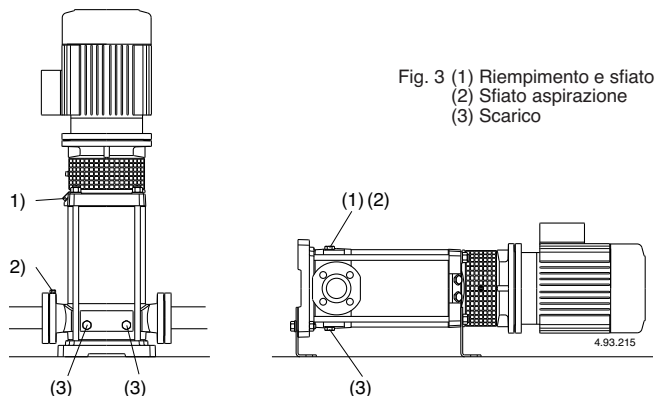

Fig. 3 (1) Riempimento e sfiato
Con la **pompa sopra il livello dell'acqua** da sollevare (funzionamento in aspirazione, **fig. 2A**) o con un battente insufficiente (inferiore a 1 m) per aprire la valvola di non ritorno, riempire il tubo aspirante e la pompa attraverso l'apposito foro (1) (**fig. 3**).
Con il **livello dell'acqua in aspirazione sopra la pompa** (funzionamento sotto battente, **fig. 2B**) riempire la pompa aprendo lentamente e completamente la saracinesca nel tubo di arrivo, tenendo aperta la saracinesca in mandata ed i fori di sfiato (1), (2) (**fig. 3**) per fare uscire l'aria.
**Durante il riempimento, tenere aperti i fori di sfiato (1), (2) solo se il liquido in arrivo, per la sua natura, con la sua temperatura e pressione, non è pericoloso.**
Chiudere i fori di sfiato (1), (2) (**fig. 3**).
Se si verifica una perdita di adescamento (interruzione del flusso di mandata, nonostante le saracinesche siano aperte) o se si nota una oscillazione della pressione indicata dal manometro, ripetere lo sfiato del lato aspirazione (2), verificare che tutte le giunzioni del tubo aspirante siano a perfetta tenuta e serrare il tappo di sfiato (2) ed i tappi di scarico (3) sul lato aspirazione (fig. 3).
Possibilmente, come nel caso di impieghi temporanei con liquidi sporchi, fare funzionare brevemente la pompa con acqua pulita per rimuovere i depositi. Oppure, dopo lo svuotamento, eseguire un lavaggio immettendo acqua pulita (almeno 40 litri) nel foro di riempimento (1) lato mandata e lasciandola uscire dal foro di scarico (3) lato aspirazione (fig. 3).
**Quando la pompa rimane inattiva deve essere svuotata completamente se esiste il pericolo di gelo.** Togliere entrambi i tappi (14.12), (pos. 3, fig. 3).
Prima dello smontaggio chiudere le saracinesche in aspirazione e mandata e svuotare il corpo pompa (fig. 3).